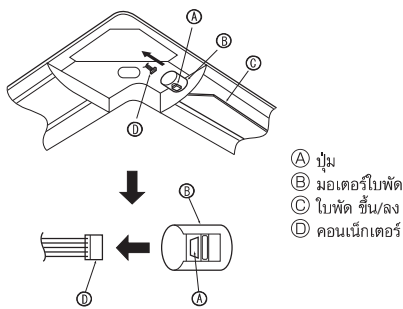

Fig. 9-9
9.4. การเลือกทิศทางลมขึ้น / ลง (Fig. 9-9)